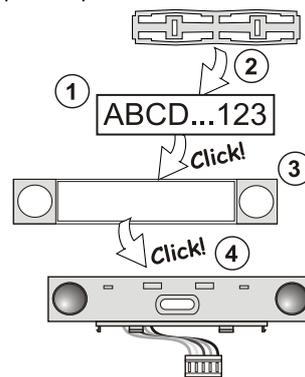

Figura 3: inserção de uma etiqueta num segmento de controlo
- a. Quando o dispositivo é ligado, o botão de ativação amarelo iluminado (3) começa a piscar repetidamente para indicar que o módulo ainda não se encontra registado no sistema.
- c. Pressione o botão de ativação iluminado (3) por cima do ecrã - o módulo é assim registado e o indicador LED amarelo apaga-se.
9. Depois de completar a instalação, insira etiquetas descritivas nas tampas transparentes dos segmentos e feche-as - ver figura 3. A impressão de etiquetas faz parte do software F-Link (janela **Dispositivos**, na posição do módulo - **Definições internas**).